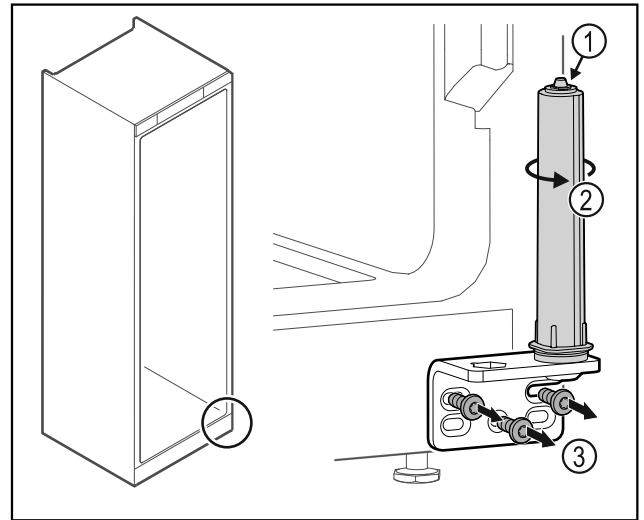

Fig. 39
- ▶ Deursluitsysteem niet uit elkaar halen Fig. 39 (1).
- ▶ Sluitsysteem Fig. 39 (2) draaien tot het klikt.
- ▶ Scharnierhoek Fig. 39 (3) losschroeven.